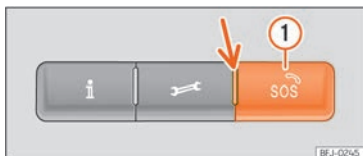

Fig. 42 En la consola del techo: mandos para los servicios de voz
Pulsando las teclas **i**, **↔** y **↻** **fig. 42**, se pueden ejecutar los siguientes servicios de voz:
En el mando hay un testigo de control **↻ fig. 42** (flecha). Indica los siguientes estados:
1. Mantenga presionada la tecla de llamada de emergencia durante unos segundos »» fig. 42 ①.
»» fig. 42.